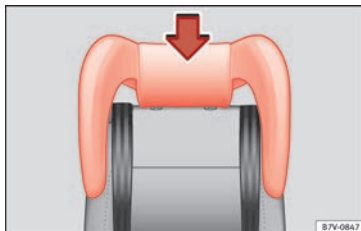

Fig. 95 Siège intégré pour enfants : monter son appuie-tête.
- Montez l'appuie-tête du siège pour enfant sur le guide du dossier correspondant jusqu'à ce qu'il s'encastre » **fig. 95**.